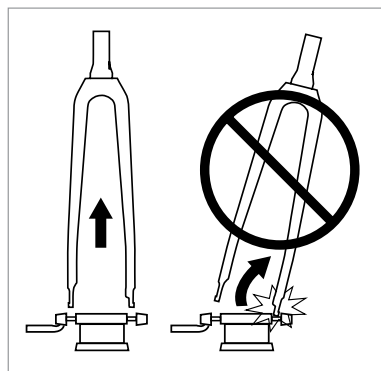

Figure 12
2. Pour retirer la bicyclette, soulevez la fourche de façon dégager les pattes uniformément. Incliner le vélo hors du support risque d'endommager les pattes (Fig. 12).